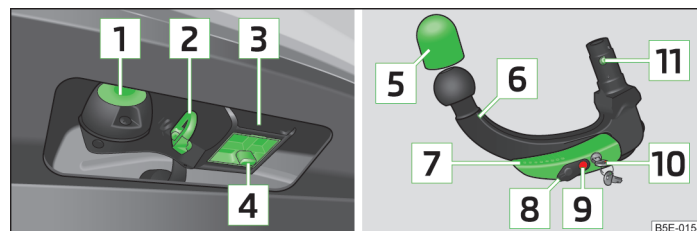

Fig. 142 Suportul dispozitivului de tractare / tija cuplei
- Trageți capacul **4** » fig. 142 la pagina 165 în jos.
- Introduceți capacul de protecție **4** » fig. 142 la pagina 165 pe locașul de fixare.